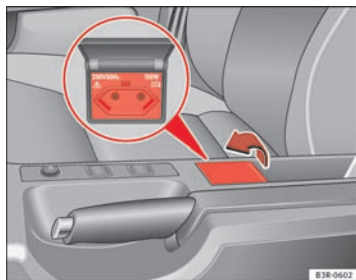

Fig. 137 Centre de la console centrale : prise de courant de 230 volts
- Soulevez le cache pour l'ouvrir ⇒ fig. 137.